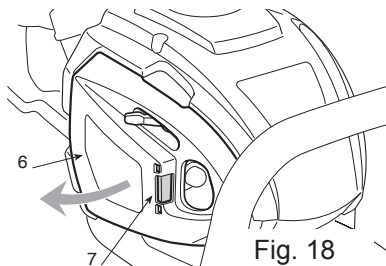
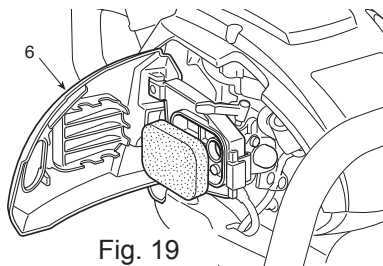

Fig. 18
Fig. 19
- > Appuyez sur le bouton [7], renversez le carter [6] (Fig. 18) et enlevez l'élément filtrant (Fig. 19).